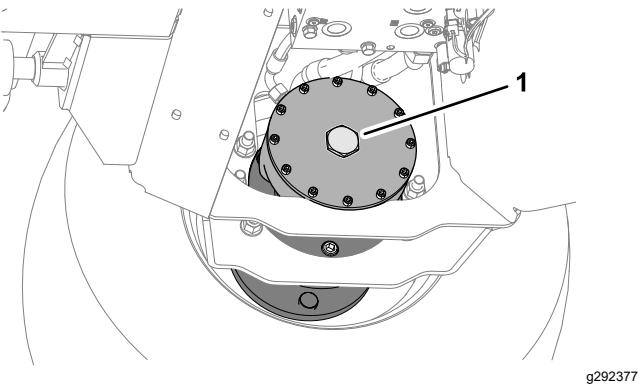

Figura 41
5. Rimuovete il tappo esagonale dal gruppo del freno del motore della ruota anteriore destra (Figura 41).